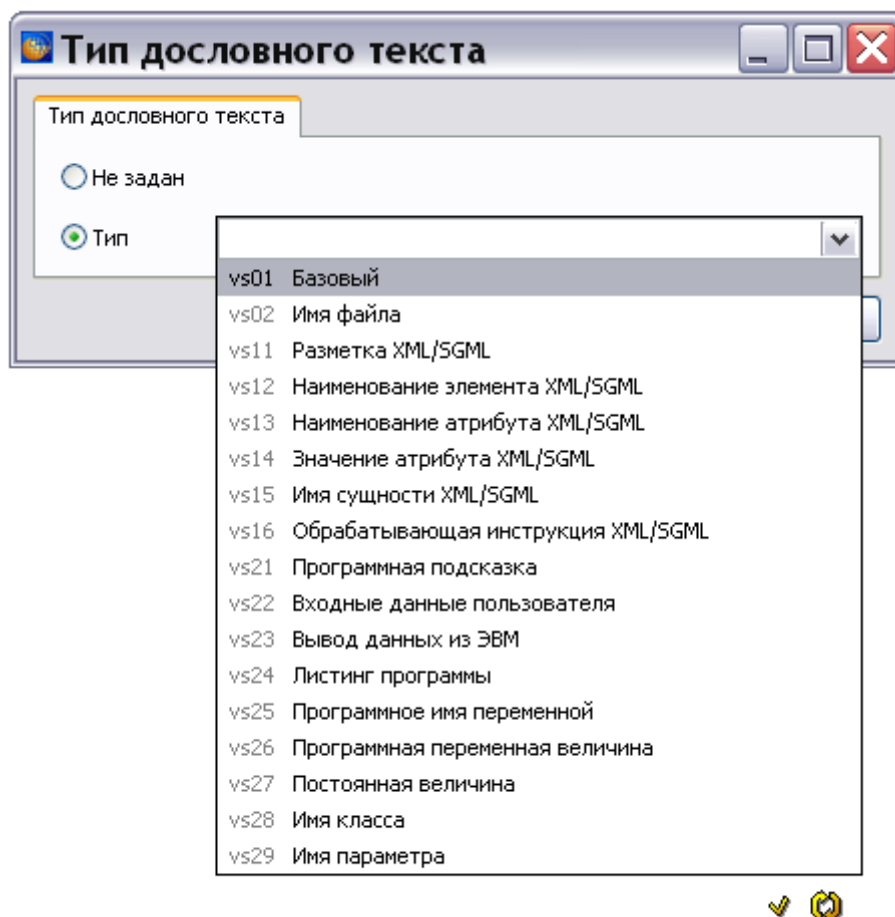

Рис. 5.48
3. В раскрывающемся списке стилей окна **Тип дословного текста** выберите стиль (Рис. 5.48). Возможен контекстный поиск по идентификатору элемента справочника с клавиатуры.